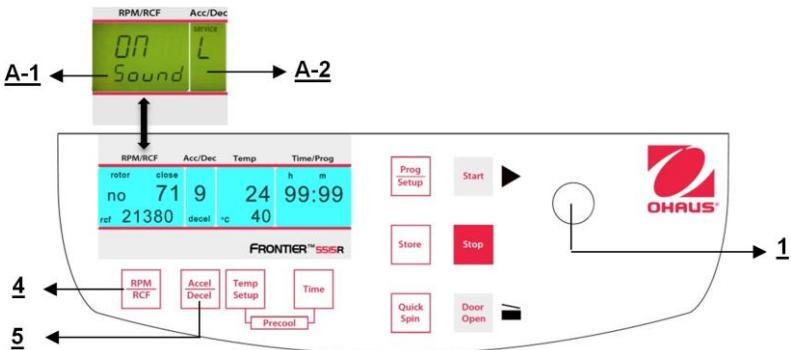

Figura 33
Proceda como se describe en el punto 4.1.1 para ingresar en este modo de programa y luego presione el botón "Accel/Decel" (5). En la pantalla "Acc/Dec" (A-2) destella la palabra "Service". Ahora seleccione la letra "U" con la perilla de ajuste (1). Como resultado, en la pantalla "RPM | RCF" (A-1) aparecen las palabras "Vol=0-9/Sound". Después de presionar el botón "RPM | RCF" (4), puede ajustar el volumen deseado entre 0 (bajo) y 9 (alto) con la perilla de ajuste (1) (vea la Figura 33).